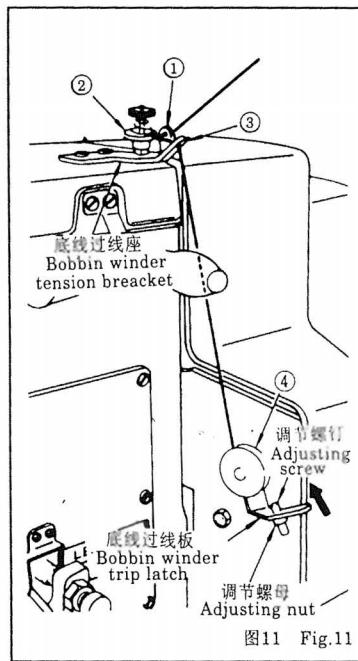

图11 Fig.11
9.底线的绕线方法 图11
9. WINDING THE BOBBIN Fig.11